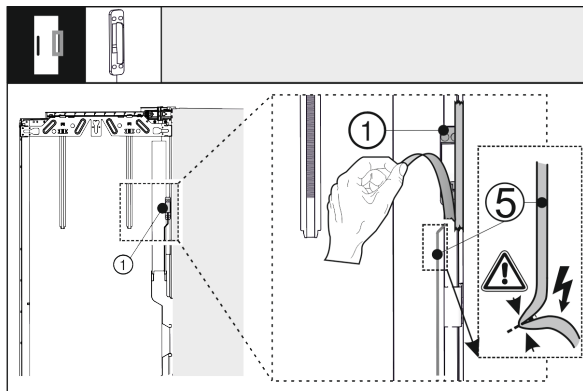

Fig. 41
- Otpustite senzor kucanja Fig. 41 (1) s vanjskih vrata. Ne oštećujte Fig. 41 (5) spojni kabel.